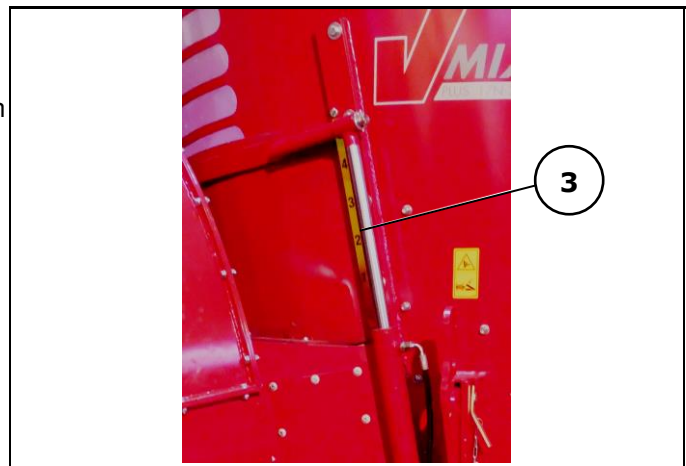

Fig. 4-3: Doseringsspjældets åbningshøjde
6. Åbn doseringsspjældet (se afsnit 6.1.1.1 "Betjenings- og kontrolelementer på betjeningspulten", fig. 4). Aflæs spjældets stilling på skalaen ved spjældet (se "Fig. 4-3: Doseringsspjældets åbningshøjde" på side 23).
1. Luk doseringsspjældet (se afsnit 6.1.1.1 "Betjenings- og kontrolelementer på betjeningspulten", fig. 4). Aflæs spjældets stilling på skalaen ved spjældet (se "Fig. 4-3: Doseringsspjældets åbningshøjde" på side 23).